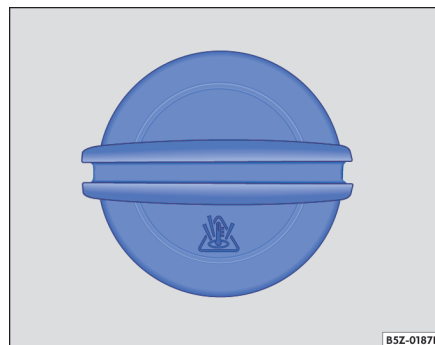

Fig. 101 En el vano motor: retirar la tapa del depósito del líquido refrigerante
- Cubra la tapa del depósito de expansión del líquido refrigerante ⇒ fig. 101 con un paño grueso y gírela cuidadosamente para la izquierda ⇒ .